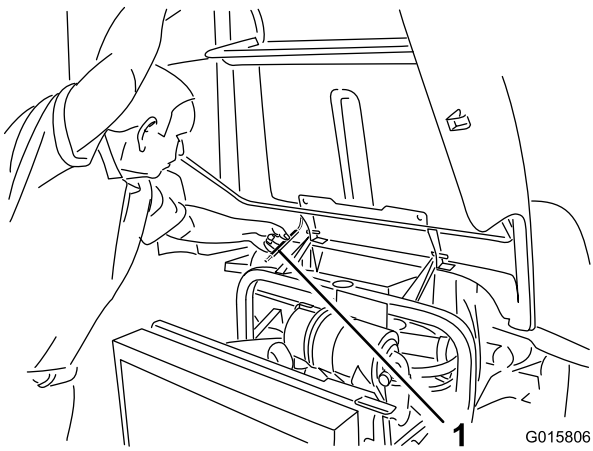

Figura 32
2. Levante el capó hasta que la varilla pueda colocarse detrás del tubo del bastidor (Figura 32).